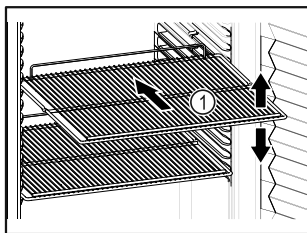

Fig. 65 Példaként szolgáló ábrázolás
- ❑ Ha a tároló rácsok Fig. 65 (1) áthelyezhetők, akkor igazítsa be őket a kívánt magasságnak megfelelően.